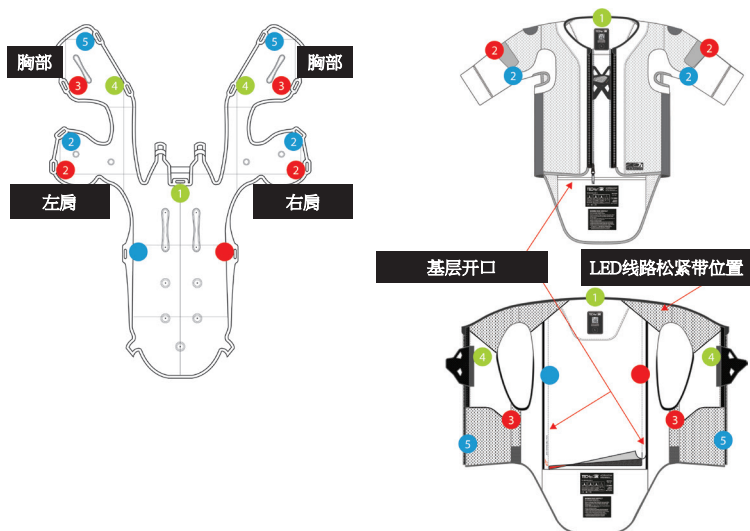

图 14：安全气囊 (左) 和系统底层 (1) (右) 上的连接夹位置
1. 拆卸安全气囊。通过图 6 所示的内部开口 (7) 进入安全气囊，然后打开如图 14 所示的所有连接夹。每个夹子都有颜色和编号，以帮助用户正确组装。系统共有 11 个连接夹：左肩区域有 2 个夹子 (2 号蓝色 - 2 号红色)，右肩区域有 2 个夹子 (2 号蓝色 - 2 号红色)，胸部左侧区域有 3 个夹子 (3 号红色 - 4 号绿色 - 5 号蓝色)，胸部右侧区域有 3 个夹子 (3 号红色 - 4 号绿色 - 5 号蓝色)，背部区域有 3 个夹子 (1 号绿色 - 1 号蓝色 - 1 号红色)。建议用户从背部的夹子开始拆卸，然后拆卸胸部的夹子，最后拆卸肩部的夹子 (见图 14)。
1. 装上安全气囊。将安全气囊穿过背部保护罩 (5) 内的开口，轻轻地穿过开口，将安全气囊插回基础层 (1) 内。现在将气体充气罩 (13) 放入安全气囊控制装置 (6)。转动系统，使背部保护器 (5) 朝下。如图 6 所示，将安全气囊的每个保护区域插入位于背部、肩部和胸部的相应口袋，确保使用底层 (1) 上的所有开口。确保避免安全气囊的所有部分扭曲或折叠。通过重新连接图 14 所示 11 个连接夹中的 10 个，将安全气囊连接到基础层 (1)，但位于背部上部区域的一个连接夹 (#1 绿色) 除外。
1. 插入电子部件。重新定位安全气囊后，将安全气囊的背部保护罩 (5) 朝上放置，这样就可以通过背部保护罩 (5) 内的开口插入电子元件及其接线。将系统放置在前挡板 (3) 朝上的位置，进入背心的内部区域和上背部区域的布线。将外围传感器放回尼龙搭扣袋中的固定器中，确保传感器的颜色与标签上标明的颜色相一致，并将尼龙搭扣牢固地盖上。最后，重新定位 LED 显示屏 (2)，如图 14 所示，首先将其小心穿过位于左肩区域的弹力环，然后将接线向下穿过左胸区域，到达前襟 (3) 附近的开口。最后，将 LED 显示屏 (2) 插入前挡板 (3) 内，并牢固地合上尼龙搭扣。关闭后背上的最后一个安全气囊连接夹 (#1 绿色)，检查安全气囊的位置是否正确，是否有任何褶皱或扭曲部分。您可以用手轻轻划过安全气囊的所有部分进行检查。还要确保所有接线没有在任何位置被拉紧。现在，确保关闭所有内部开口，如图 6 所示。
2. 关闭安全气囊控制装置并检查系统。转动系统，使背部保护罩 (5) 朝上。检查气体充气装置外壳 (13) 是否牢固连接，所有组件是否正确就位。现在可以重新插入盖子 (12)，并确保其牢固关闭。最后，关闭系统的前挡板 (3) 并检查第 13 节中报告的 LED 序列，以验证系统是否完全正常。